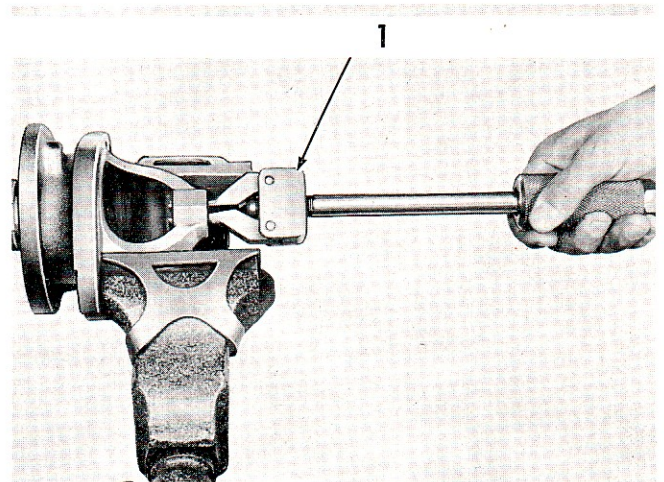

Fig. 41.
2. **Tracteurs Diesel.** Extraire le coussinet du palier commande à l'aide de l'extracteur No. 7600 E ou No. 954. Voir Fig. 41.